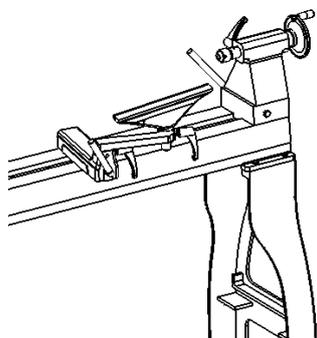

Рис.1
1. Закрепите подставку для инструмента (А, Рис. 1) к корпусу упора инструмента (Б, Рис. 1) путем затяжки рукоятки (С, Рис. 1).